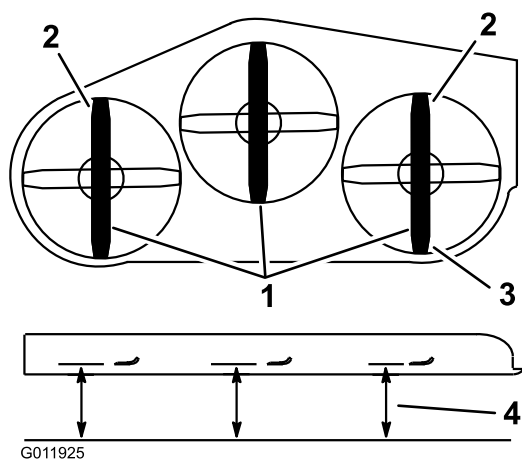

Figura 15
- Verifique la inclinación longitudinal de la cuchilla midiendo entre la base del cortacésped (centro de los bordes delantero y trasero) y la superficie plana (Figura 15).